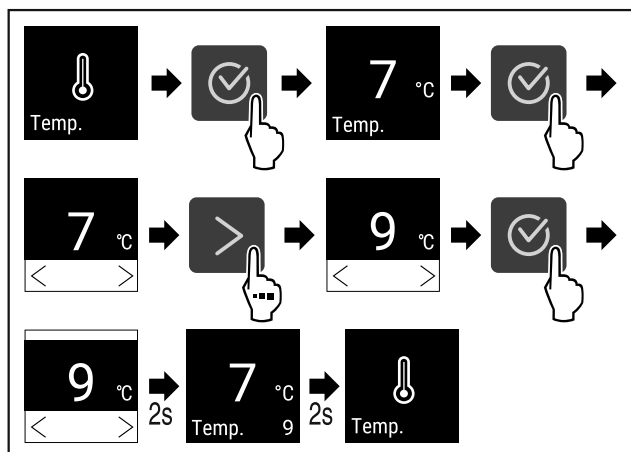

Fig. 66 Changement de température de 7°C à 9°C
- ▶ Suivre les étapes (voir Fig. 66).